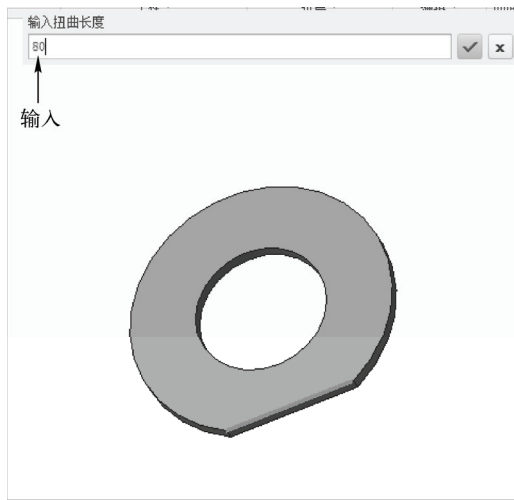

图 13-33 输入参数三
STEP 08 单击“接受值”按钮, 弹出“输入扭曲长度”文本框, 输入“80”, 如图 13-33 所示。